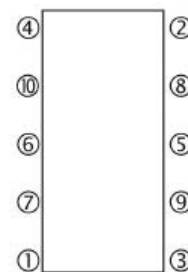

Fig. 11
- Die Spannstrangen gründlich säubern und fetten, einsetzen und die Muttern gleichmäßig kreuzweise anziehen (in umgekehrter Ausbaureihenfolge, siehe Abb. 11), bis der richtige Abstand zwischen den Platten vorliegt. Vergewissern Sie sich, dass der Abstand rund um die Platten gleich ist.